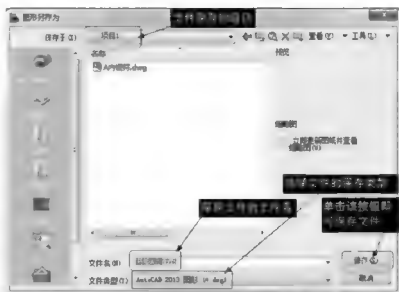

图 2-30
**步骤2:** 在该对话框中选择文件保存的路径和文件类型, 如图 2-30 所示。